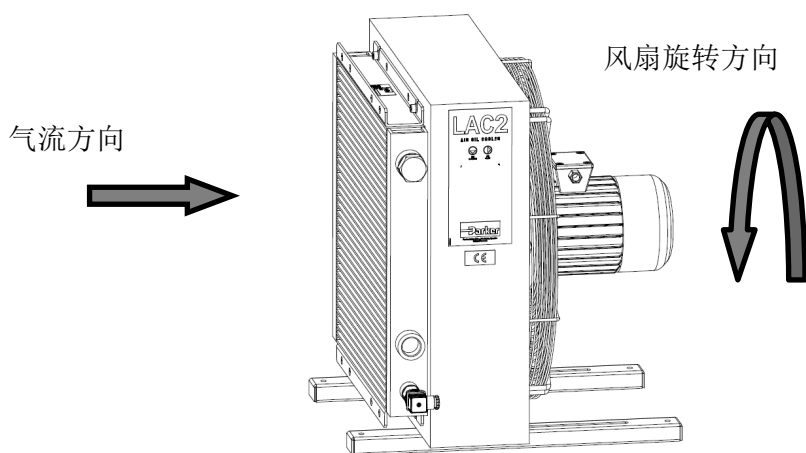

图 18
6. 运行时，检查风机介入时，旋转方向和风向是与图 18 中的示意图相符的。